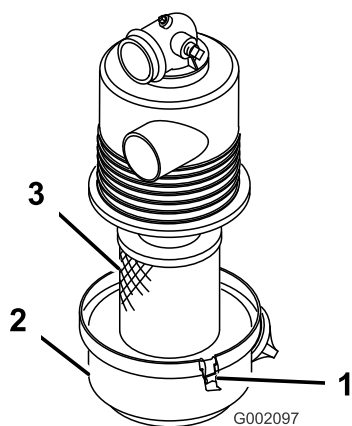

Figura 26
- Inserite l'elemento del filtro dell'aria nel relativo alloggiamento (Figura 26).
- Allineate il coperchio del filtro dell'aria con l'alloggiamento del filtro dell'aria e fissate il coperchio all'alloggiamento con le chiusure (Figura 26).